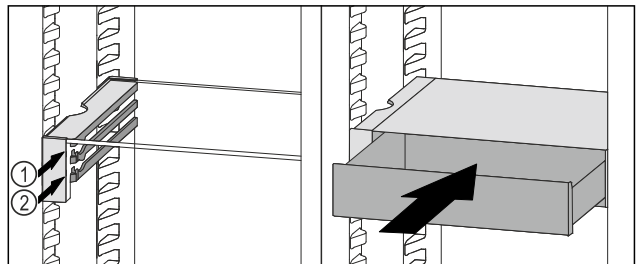

Fig. 38
- ▶ Coloque el cajón VarioSafe detrás de los topes, en la ranura deseada Fig. 38 (1) o en Fig. 38 (2).